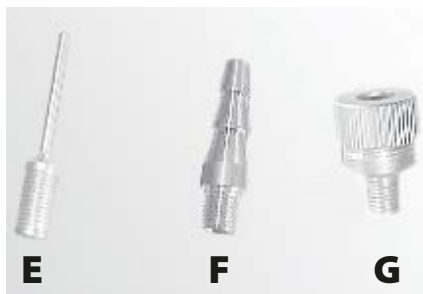

Рис. 14
5. При накачивании футбольных мячей, надувных лодок, некоторых видов велосипедных шин и детских надувных бассейнов их надо подсоединять к шлангу через соответствующее переходное устройство (рис. 14).